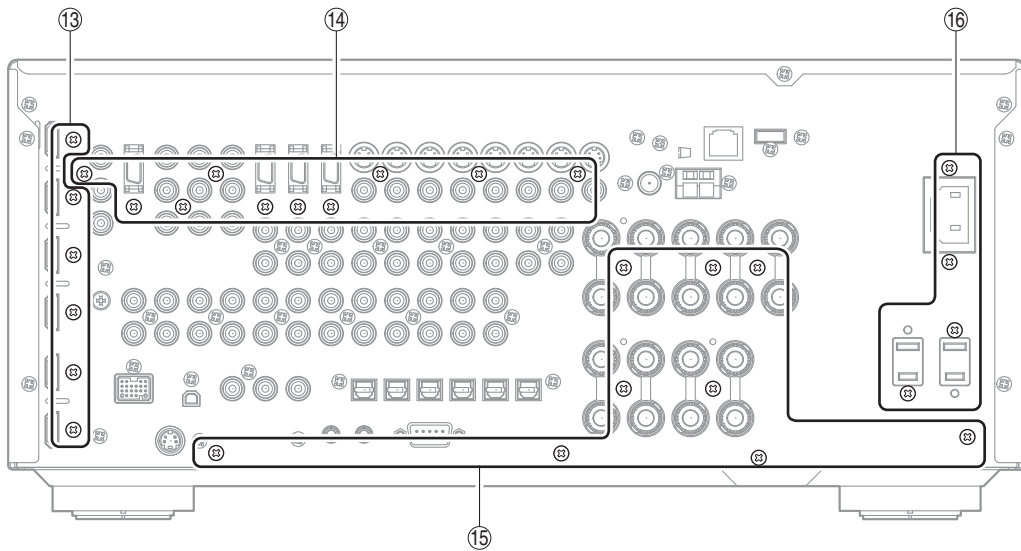

Fig. 6
- Remove 6 screws ( ⑬ ). (Fig. 6)
- Remove 6 screws ( ⑭ ). (Fig. 6)
- ⑬ のネジ 6 本を外します。(Fig. 6)
- ⑭ のネジ 10 本を外します。(Fig. 6)
- Remove 10 (U, C, T, K, A, B, G, E models) / 12 (R, L models) screws ( ⑮ ) and 4 (U, C, R, T, A, B, G, E, L models) / 2 (K model) screws ( ⑯ ). (Fig. 6)
- ⑮ のネジ 9 本、⑯ のネジ 4 本を外します。(Fig. 6)